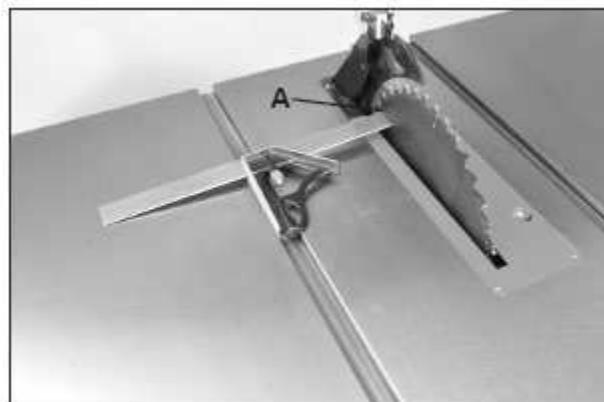

Рис. 22
6. Произвести измерения сзади пильного диска (рис. 22, А) комбинированным угольником. При наличии разницы свыше 0,25 мм между линейкой и пильным диском необходимо произвести регулировку стола. См. ниже РЕГУЛИРОВКА ВЫРАВНИВАНИЯ ПИЛЬНОГО ДИСКА.